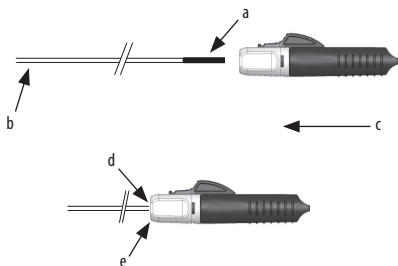
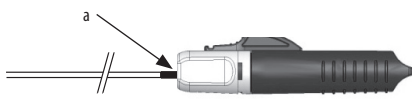

Рисунок 1.
Рисунок 2.
3. Возьмите толкатель имплантата за проксимальный конец, расположенный дистально к индикатору положительной загрузки (ИПЗ). Надевайте устройство мгновенного разделения Instant Detacher (I.D.) на толкатель системы доставки, пока ИПЗ полностью не войдет в воронку, а толкатель системы доставки не будет надежно размещен в активаторе (см. рис. 1).
Примечание. Если ИПЗ все еще виден, как показано на рис. 2 ниже, устройство мгновенного разделения Instant Detacher (I.D.) необходимо продвигать дальше, пока толкатель системы доставки не будет полностью размещен в воронке, как показано на рис. 1 выше.